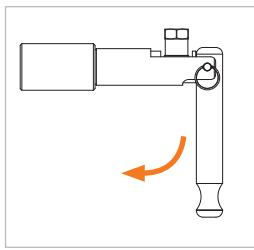

Figure 4
- ▶ Actionnez le levier de serrage (pos. 2) de 90° vers le bas (*Figure 4*). Le connecteur s'ajuste automatiquement à la pièce d'essai afin d'établir une connexion étanche.